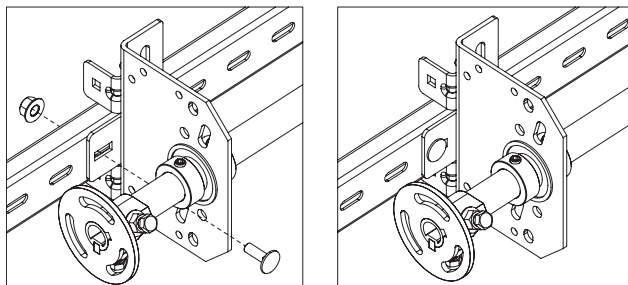

Рис. 26.3
- закрепить кронштейн ТВІ925 болтом М8×25 к задней перемычке (рис.26.3).